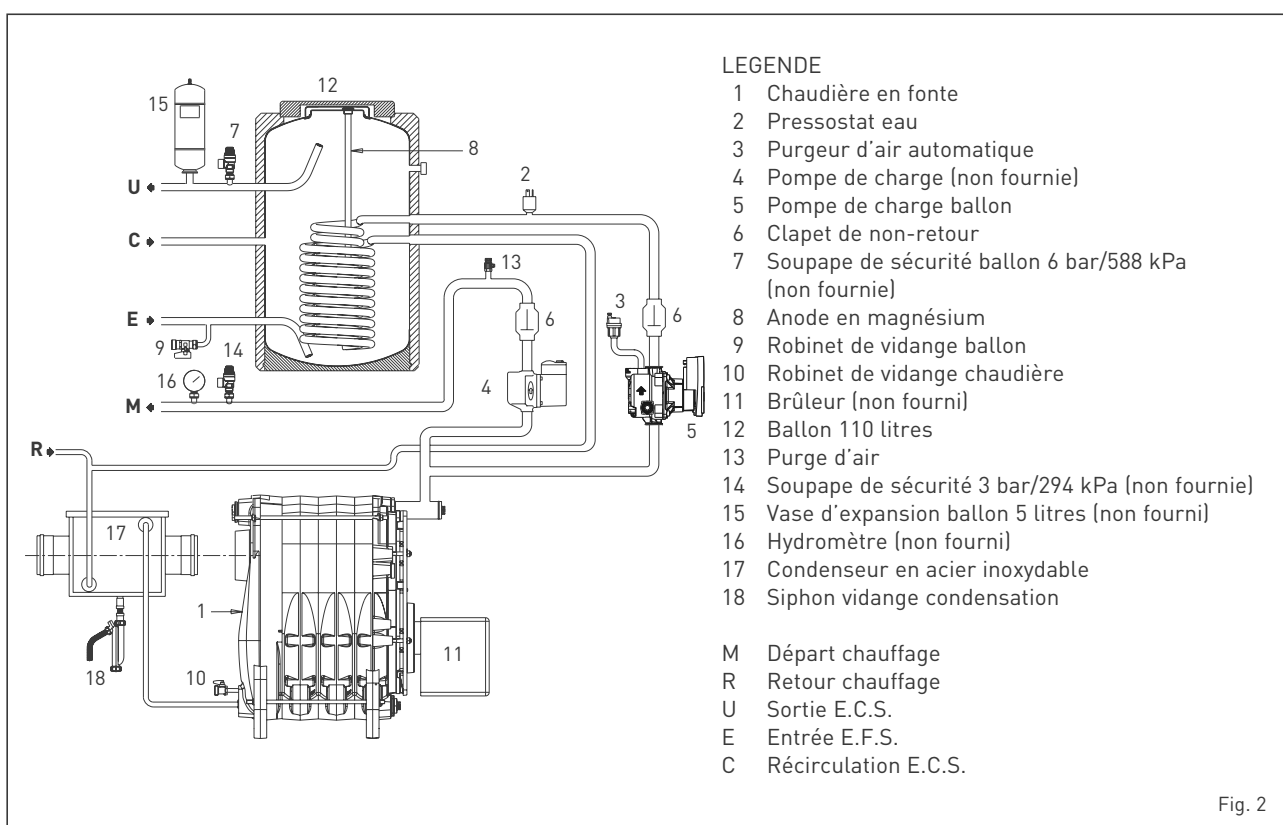

Fig. 2
1.4 CIRCUIT HYDRAULIQUE (fig. 2)
2.3.1 Accessoires recommandés (fig. 2)
Pour faciliter cette opération ouvrir le clapet de non-retour (6 fig. 2) en mettant l'encoche en position